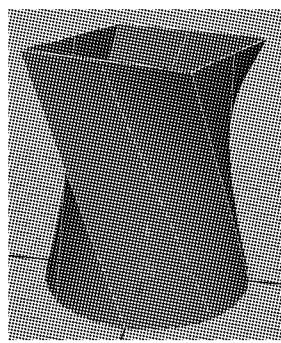

图 3-21 放样后的效果
- ② Surface degree(曲面度数): 调节曲面的度数。
- ③ Section spans(跨度段数): 跨度段数越多, 生成曲面的结构线越多, 曲面越圆滑。
- ④ Curve range(曲线范围): 可以利用曲线的整体来进行放样, 或者利用曲线的一部分来进行放样。
- ⑤ Output geometry(输出几何体): 可将生成曲面输出改变为几种不同的形体方式。
- (4) 放样完成后效果如图 3-21 所示, 此工具在制作 NURBS 模型当中也是常用工具之一, 通常可以制作按钮等之类的模型。